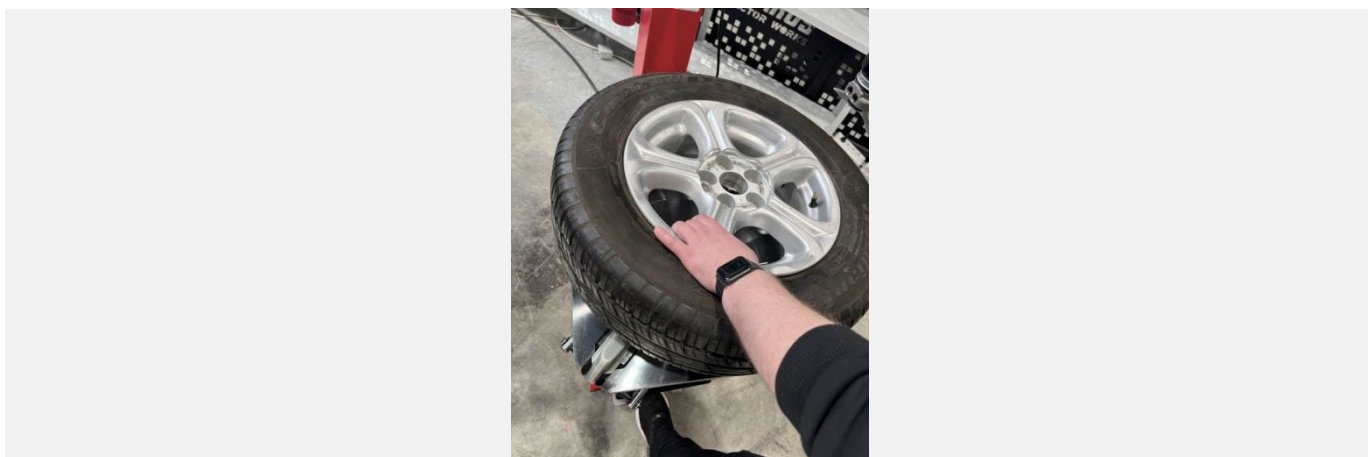

Рисунок 27
- Развести зажимные кулачки, нажав педаль управления зажимными кулачками (см. Рисунок 27).